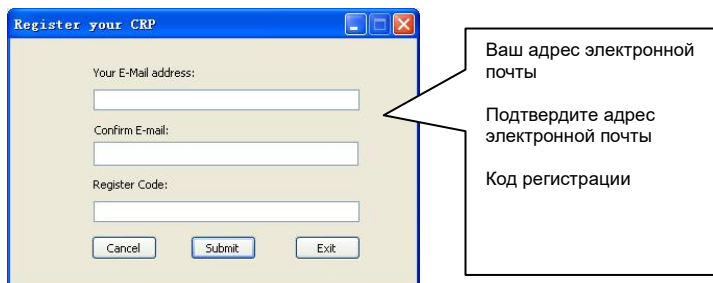

Рис. 7-3
4. После ввода серийного номера нажмите кнопку [Update] (обновить) и введите следующую информацию. Нажмите [Submit] (подтвердить) (рис. 7-3).